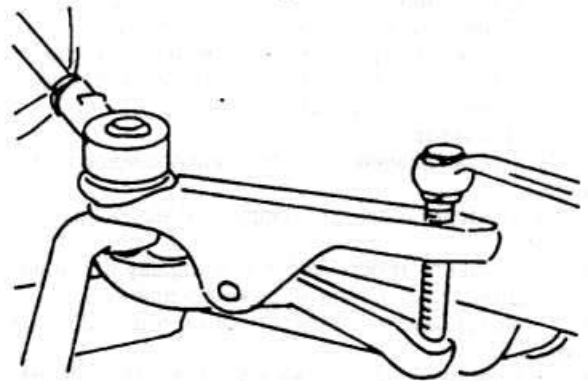

Рис. 3.58
- ♦ Отсоедините наружные наконечники поперечных штанг от плеч поворотных кулаков (рис. 3.58).